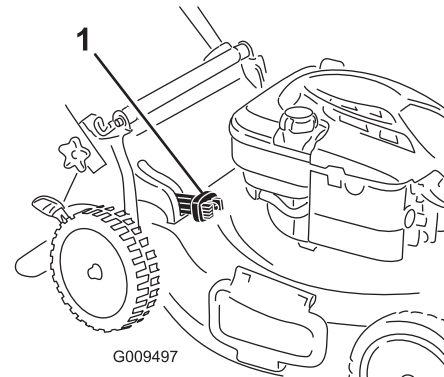

Bild 19
- Zum Sammeln des Schnittguts und Laubs drücken Sie die Taste am Hebel für den zuschaltbaren Fangkorb und bewegen den Hebel nach vorne, bis die Taste am Hebel herauspringt (Bild 19).